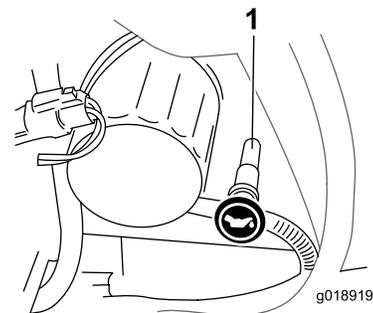

Figure 8
4. Nettoyez la surface autour de la jauge d'huile (Figure 8).
5. Sortez la jauge d'huile et essuyez soigneusement l'extrémité métallique (Figure 8).
6. Enfoncez la jauge complètement dans le tube (Figure 8).